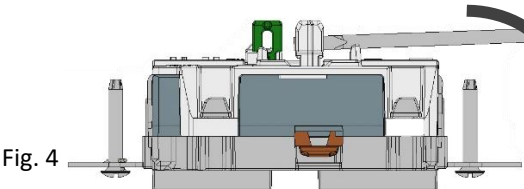

Fig. 4
- To lift a plunger from the down to the up position, insert a screwdriver into the plunger slot. Using a 1/8” - 3/16” screwdriver, and the provided leverage point, lift the plunger until it is in the up position – see Fig. 4. DO NOT USE PLIERS TO PULL PLUNGERS.
See Fig. 4. To release a conductor, insert a 1/8” - 3/16” screwdriver into plunger slot. Using the provided leverage point, lift the plunger until it is in the up position. Remove the conductor. DO NOT USE PLIERS TO PULL PLUNGERS.
- Pour soulever un plongeur de la position bas à haut, insérer un tournevis dans la fente du plongeur. À l'aide d'un tournevis de 1/8 po à 3/16 po et du point de levier fourni, soulever le plongeur jusqu'à ce qu'il soit en haut – Consulter la Fig. 4. NE PAS UTILISER DE PINCES POUR TIRER LES PLONGEURS.
Consulter la Fig. 4. Pour libérer un conducteur, insérer un tournevis de 1/8 po - 3/16 po dans la fente du plongeur. À l'aide du point de levier fourni, soulever le plongeur jusqu'à ce qu'il soit en haut. Retirer le conducteur. NE PAS UTILISER DE PINCES POUR TIRER LES PLONGEURS.
- Para levantar un émbolo de la posición inferior a la superior, inserte un destornillador en la ranura del émbolo. Usando un destornillador de 1/8" - 3/16" y el punto de palanca provisto, levante el émbolo hasta que esté en la posición hacia arriba – Consulte Fig 4. NO UTILICE PINZAS PARA TIRAR DE LOS ÉMBOLOS.
Consulte Fig 4. Para liberar un conductor, inserte un destornillador de 1/8" - 3/16" en la ranura del émbolo. Usando el punto de palanca provisto, levante el émbolo hasta que esté en la posición hacia arriba. Retire el conductor. NO UTILICE PINZAS PARA TIRAR DE LOS ÉMBOLOS.